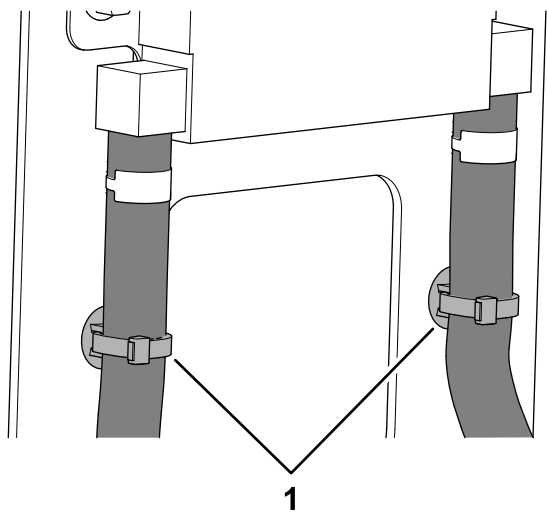

Figura 6
5. Fije las 2 mangueras de combustible al soporte del enfriador de combustible con 2 anclajes/bridas a presión (Figura 6).